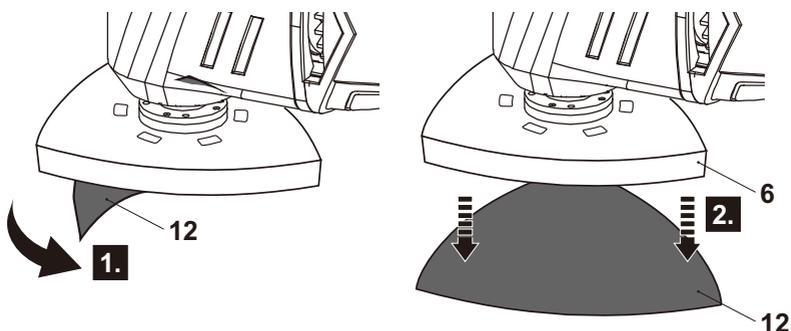

Fig. 4
- > Sujete una esquina de la hoja de papel de lijado (12) y tire de ella para retirarla de la placa base (6) (Fig.4).